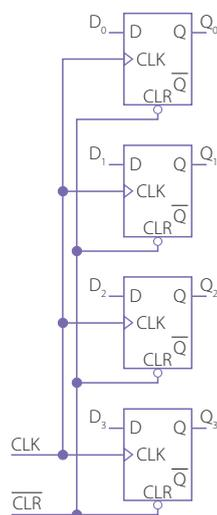

Figura 24. Circuito de registo de 4 bits, armazenamento de dados.
1. Armazenamento de dados: um dos requisitos mais comuns dos flip-flops é o armazenamento de dados ou informações. Os dados podem representar valores numéricos (binários, codificação binária decimal - BCD) ou um qualquer dado, de uma grande variedade de tipos de dados, que possam ser codificados em binário. Na Figura 24 mostra-se um circuito que permite armazenar (registar) 4 bits. Cada uma das 4 linhas de dados (D_0 , D_1 , D_2 e D_3) estão ligadas à entrada D de um flip-flop. As entradas de relógios (CLK) dos 4 flip-flops encontram-se unidas de modo que todos se encontrem sincronizados com o mesmo sinal de relógio. Os dados da entrada D são armazenados, simultaneamente, nos flip-flops através do flanco ascendente do relógio. As entradas assíncronas de colocação a zero (CLR) são ligadas a uma linha comum que inicialmente coloca todos os flip-flops a zero. Este é um exemplo de um circuito de registo simples para o armazenamento de dados.